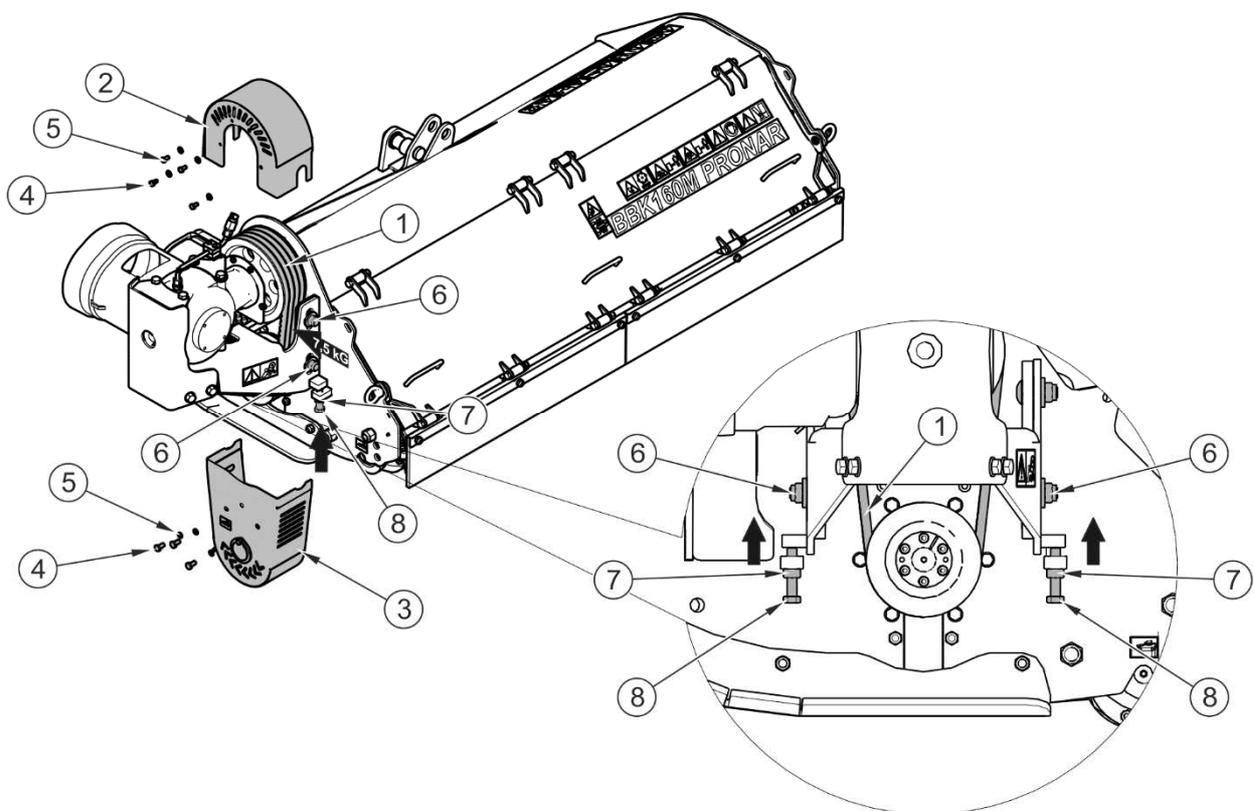

FIGURE 5.4 Contrôle et réglage de la tension des courroies trapézoïdales
Le contrôle des courroies trapézoïdales (1) (FIGURE 5.4) porte sur leur tension. La flexion des courroies, calculée entre les roues dentées avec une force de 7,5 kg, ne doit pas dépasser 9 mm (BBK160M) et 8 mm (BBK180M, BBK200M).